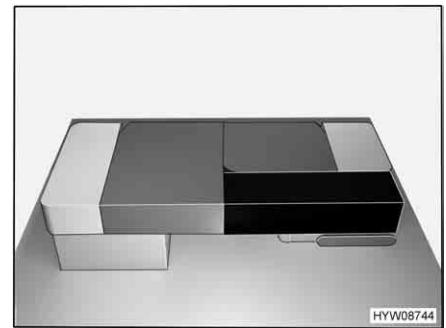

Fig. 35 Dopo la trasformazione HYW08744
- Sistemare il cuscino del sedile e dello schienale come illustrato nella Fig. 35.
- Sistemare un cuscino aggiuntivo come illustrato nella Fig. 35.